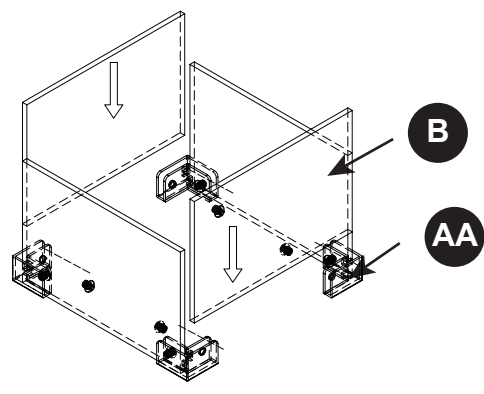

Figure 4
5. Insérer deux panneaux de verre (B) dans la rainure de la Supports (AA), s'assurer que les étiquettes de flèches sur le verre court pointent vers le haut, serrer les boulons en utilisant le tournevis hexagonal (BB) (voir Figure 4).